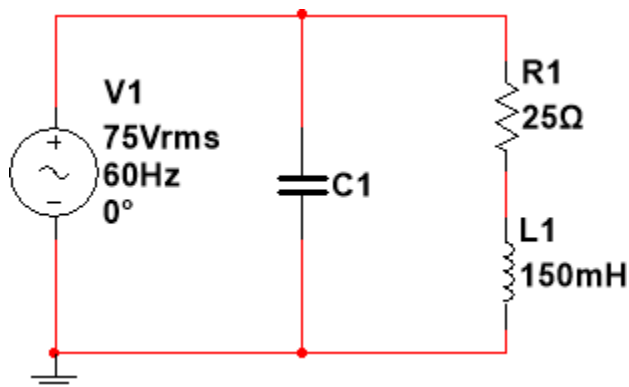

Figura 2. Diagrama esquemático del circuito del experimento #2
1. Simule y resuelva teóricamente el circuito de la figura 2 utilizando los valores reales de los elementos.